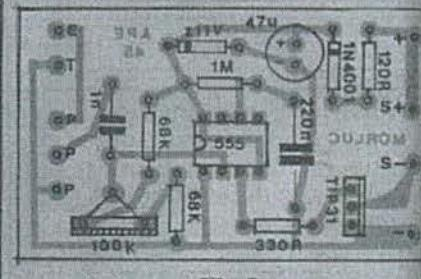
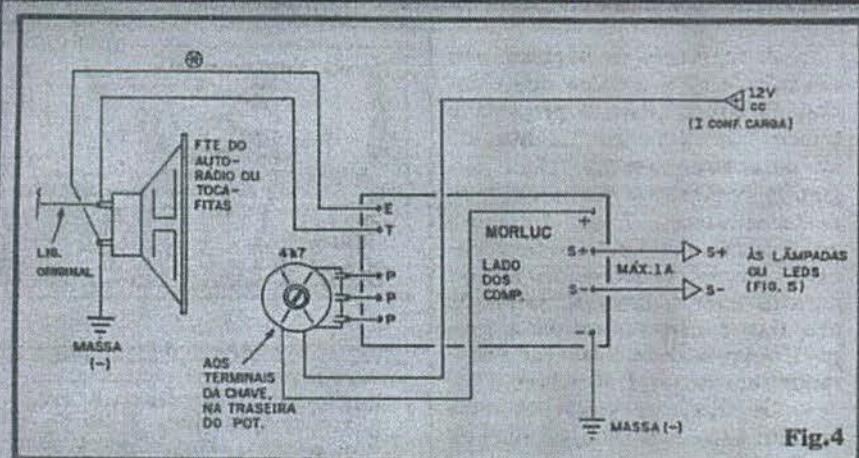

Fig. 3
Fig.4
- FIG. 3 - CHAPEADO DA MONTAGEM - Placa agora vista pelo seu lado não cobreado, principais peças posicionadas e identificadas pelos seus códigos, valores, etc. Esse "estilo" de chapeado é o adotado por APE, não necessariamente igual ao visto em outras publicações nacionais ou estrangeiras de Eletrônica... Entretanto, como a estilização é muito clara (ou os componentes são vistos pelo seu "contorno" real, aparente, ou pelo seu símbolo esquemático), dificilmente alguém "dançará" nas interpretações... Se ocorrerem dúvidas, contudo, uma consulta ao TABELÃO APE (nas primeiras páginas da Revista) será suficiente para eliminá-las...
- FIG. 4 - CONEXÕES EXTERNAS À PLACA - Assim como na fig. 3, o Circuito Impresso é visto pelo seu lado não cobreado, agora, porém, com ênfase nas ligações feitas "da placa pra fora", ou seja: as conexões externas... Todos os pontos de ligação periférica encontram-se devidamente